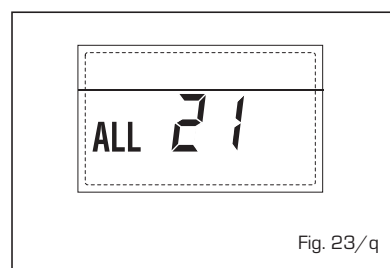

Fig. 23/q
- **INTERVENÇÃO TERMÓSTATO DE SEGURANÇA SEGUNDA ZONA MISTURADA “ALL 22”** (fig. 23/r)